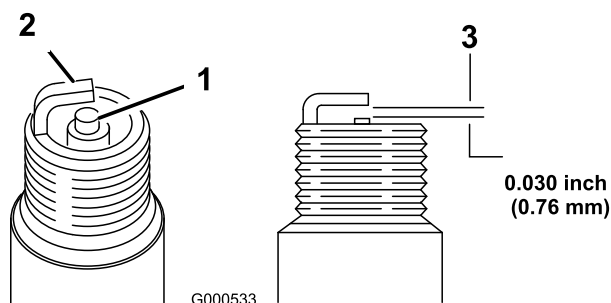

Bild 32
1. Sehen Sie sich die Mitte der Zündkerze(n) an (Bild 32). Wenn der Kerzenstein hellbraun oder grau ist, ist der Motor richtig eingestellt. Eine schwarze Schicht am Kerzenstein weist normalerweise auf einen schmutzigen Luftfilter hin.
- Prüfen Sie den Abstand zwischen den mittleren und seitlichen Elektroden (Bild 32). Verbiegen Sie die seitliche Elektrode (Bild 32), wenn der Abstand nicht stimmt.